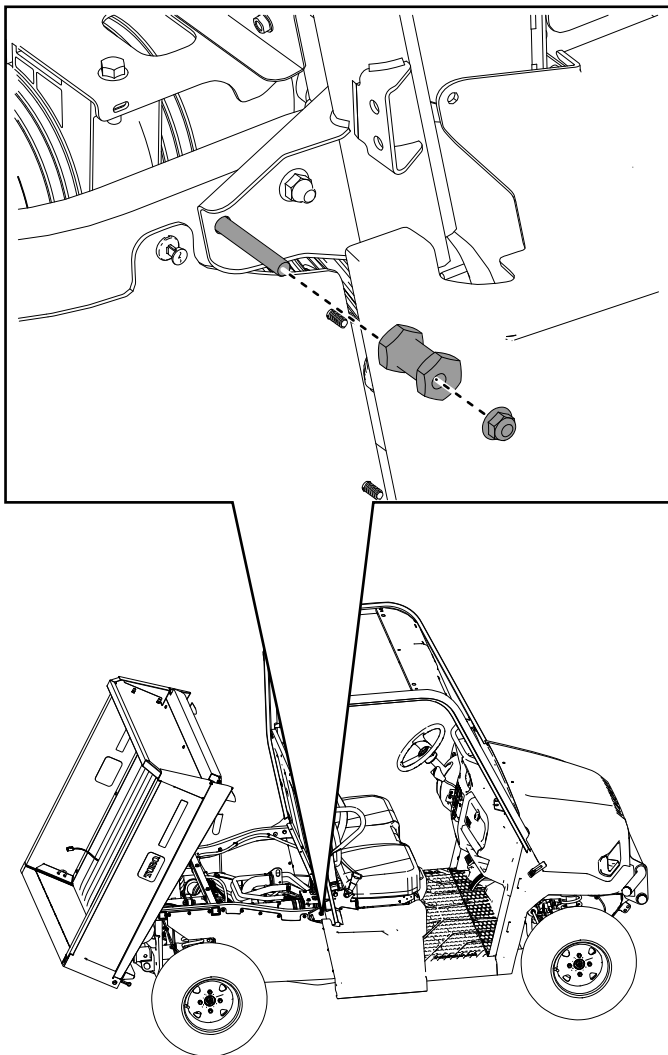

Figure 31
19. Installez les contre-écrous ($\frac{3}{8}$ po) et les goupilles de verrouillage retirés précédemment sur les tubes arrière droit et gauche du cadre (Figure 31).